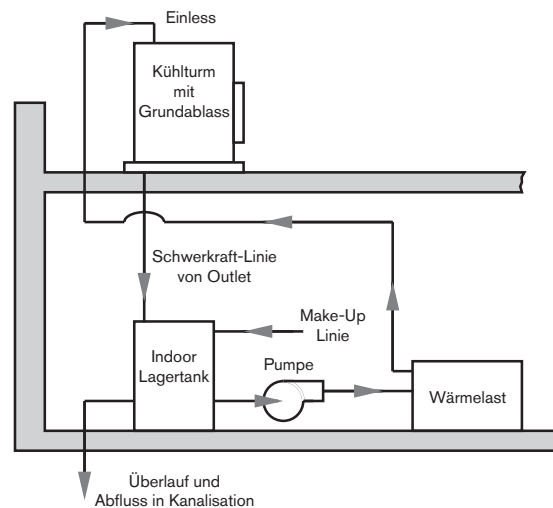

Abbildung 2
1. Falls Ihr Turm bei Frostwetter funktionieren muss, ist es empfehlenswert das Schwerkraftprinzip für die Betriebsströmung zu verwenden. Siehe Abbildung 2.